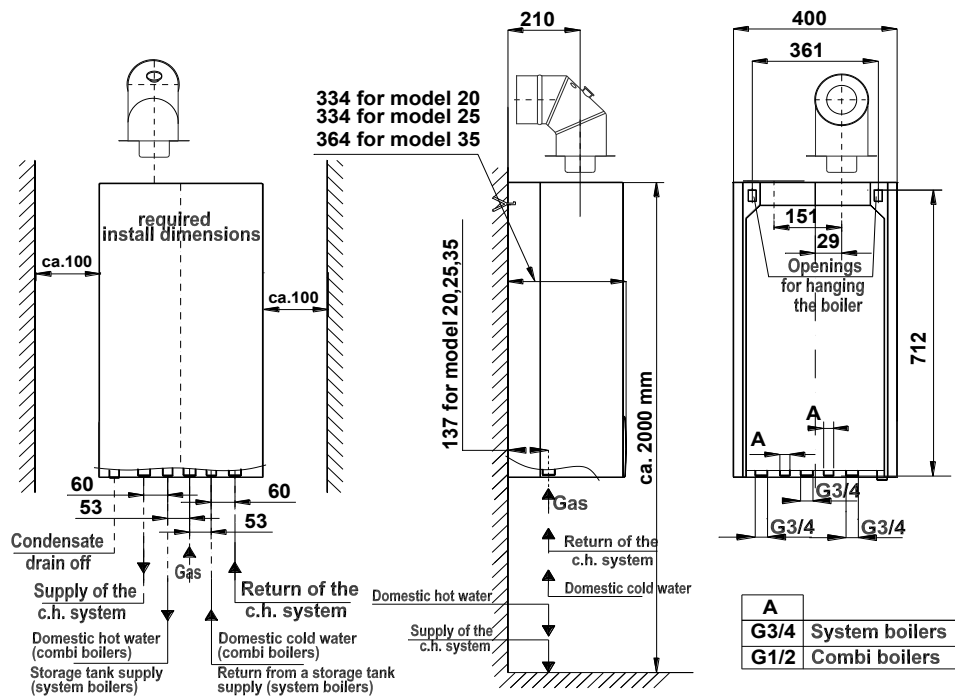

图. 3.3.1 采暖炉ECOCONDENS GOLD安装尺寸图
- 将电源连接器和集中加热采暖炉的回水连接器固定在集中供暖热水系统上，各连接器的位置详见图 3.3.1; 3.2.;